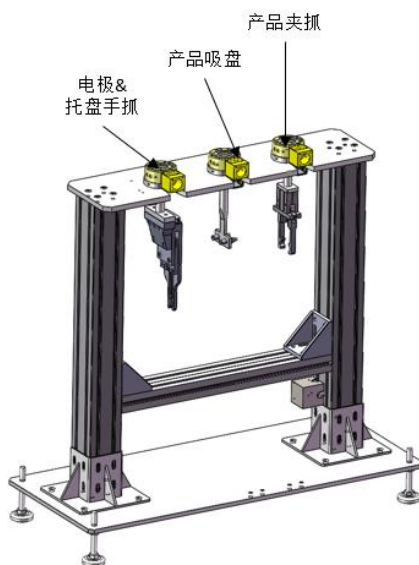

图 6 机器人快换夹具工作台示意图
3. 快换夹具工作台配置大底板和支撑腿立于地面上, 不与地面固定。机器人快换夹具工作台如图 6 所示。